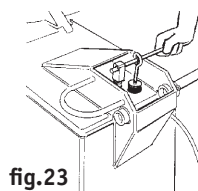
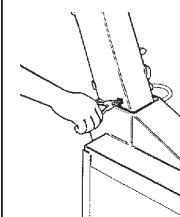

fig.23
fig.25
- Rimettere il perno infilando i fori dello stelo e del tirante (fig.23); rimettere il "seeger" (fig.25).
- Replace the pin threading the holes of the stem and support rod (fig.23). Replace the "seeger" (fig.25).